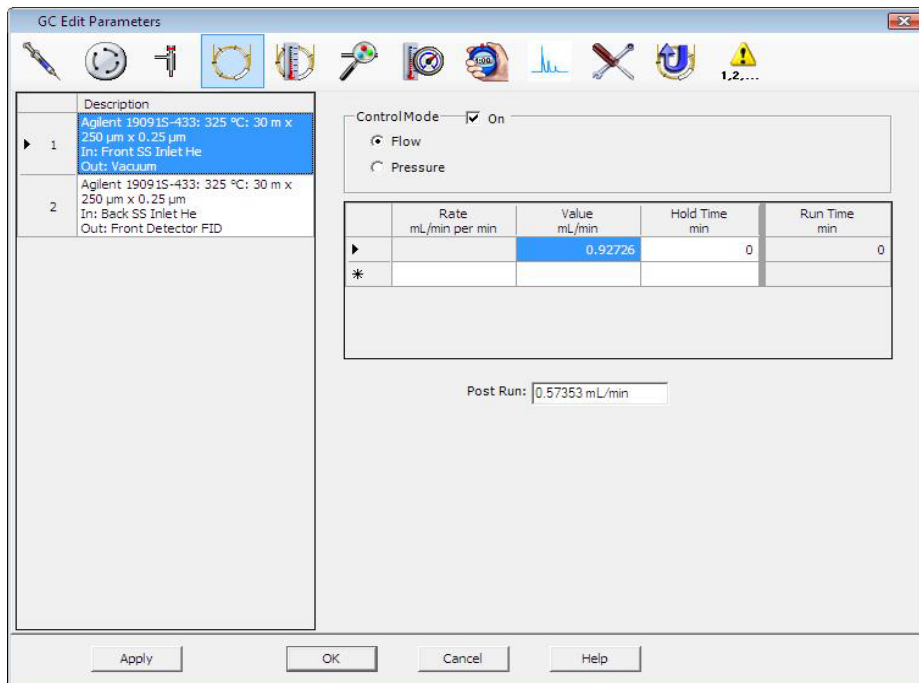

Figura 17 Calcular el flujo de la columna
- 2 Haga clic en el icono **Columns** (la Figura 17 es un ejemplo).